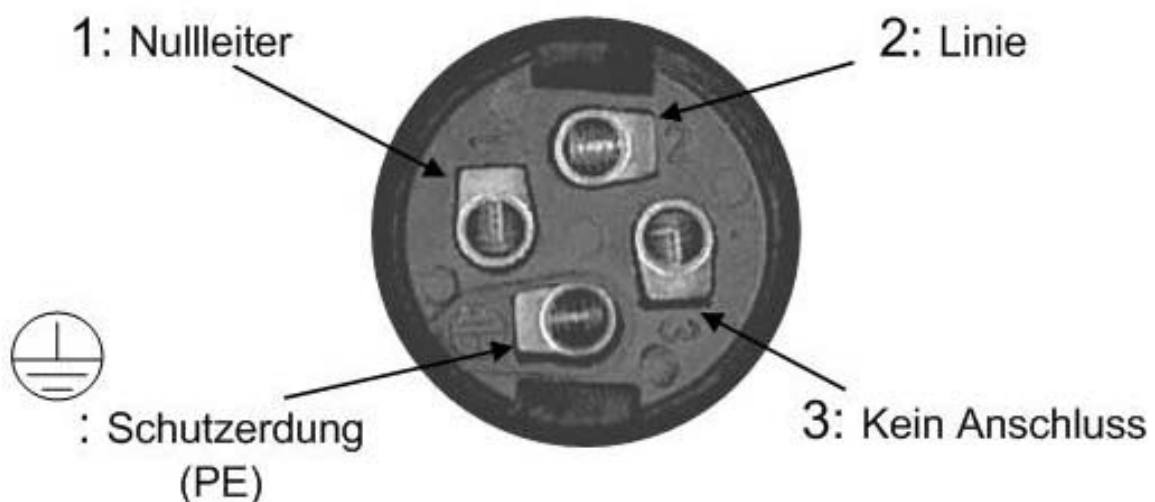

Abb. 11 Binder-Stecker
**Schritt 1/4: Den Netztrenner (AC) öffnen.**
**Schritt 2/4: Den Trenner des Photovoltaik Generators (DC) öffnen.**
- 2) Das Kabel in die Gegenseite des mitgelieferten Binder-Steckers einfügen. Dabei darauf achten, dass die Angaben auf dem Kunststoffstücken an den Anschlüssen gemäß Abb. 11 eingehalten werden: Anschluss 1 für Nullleiter, Anschluss 2 für Linie und Anschluss  Schutzerdung PE.